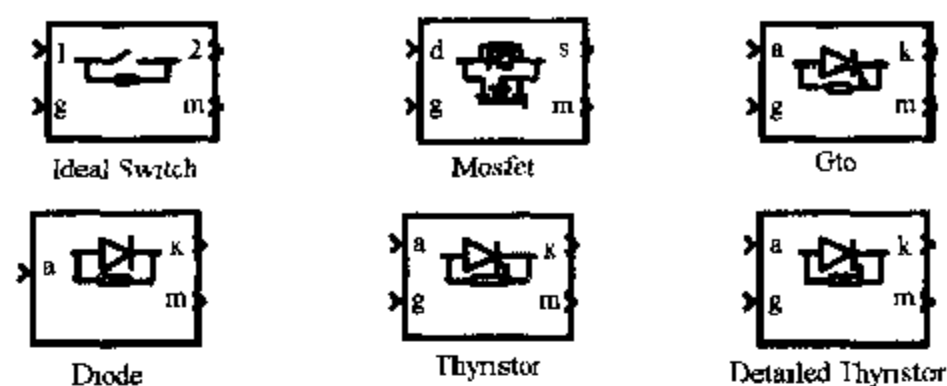

图 6.41 电源系统模块集电子元件模块库中的模块
3) 电源电子元件模块库中的模块如图 6.41 所示, 有: 理想开关、金属氧化物半导体场效应晶体管、门电路、二极管、可控硅等六个模块。